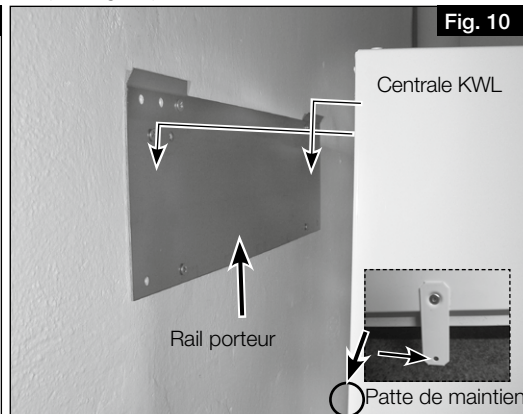

Fig. 10
À la livraison, le raccordement air extérieur est situé sur le côté droite de l'appareil (voir Fig. 10). De plus, l'air soufflé peut être soufflé soit en haut soit en bas de l'appareil.
- Acrocher l'appareil au rail porteur dans les pattes de maintien (voir Fig. 10).